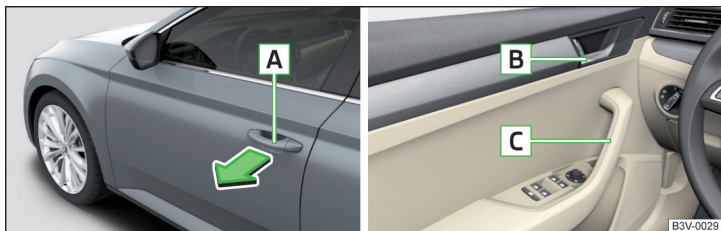

Abb. 41 Türgriff/Türöffnungshebel
- Am Türgriff **A** in Pfeilrichtung ziehen » Abb. 41.